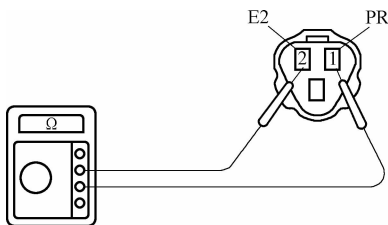

图 3-122 压力开关的检测
- 2) 如图 3-122 所示用电阻表测量 PR、E2 端子应导通。
(9) 压力传感器的检测